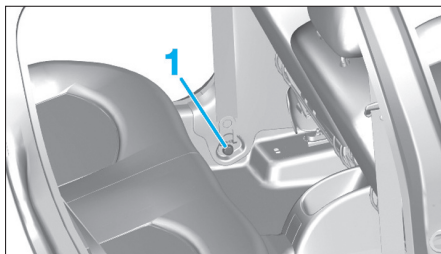

Fig. 11
- le cache inférieur (1) (Fig.11),